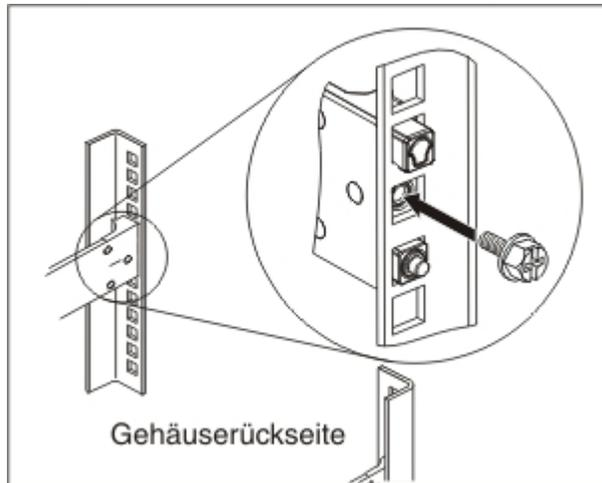

Abbildung 9. Schienen des Geräts am Gehäuserahmen befestigen
4. Befestigen Sie die Schienen des Geräts wie in Abb. 9 gezeigt im Gehäuserahmen: